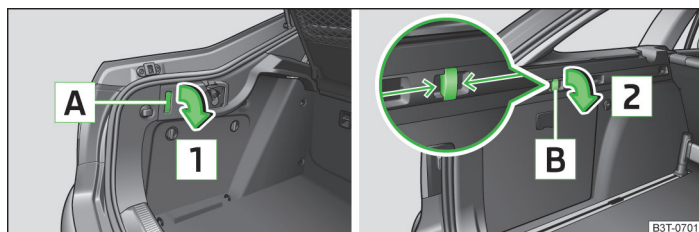

Fig. 86 Crochets rabattables : Superb / Superb Combi
- Superb : Appuyez sur la partie inférieure du crochet **A** et rabattez-le vers le bas dans le sens de la flèche **1** » fig. 86.
- Superb Combi : Saisir les crochets **B** dans le sens de la flèche et les rabattre vers le bas dans le sens de la flèche **2** » fig. 86.